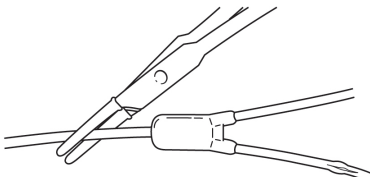

Fig. 10
1. Förbered området. Kläm av katetern ordentligt distalt om Y-förgreningen med en gummiskodd peang. (Fig. 10)